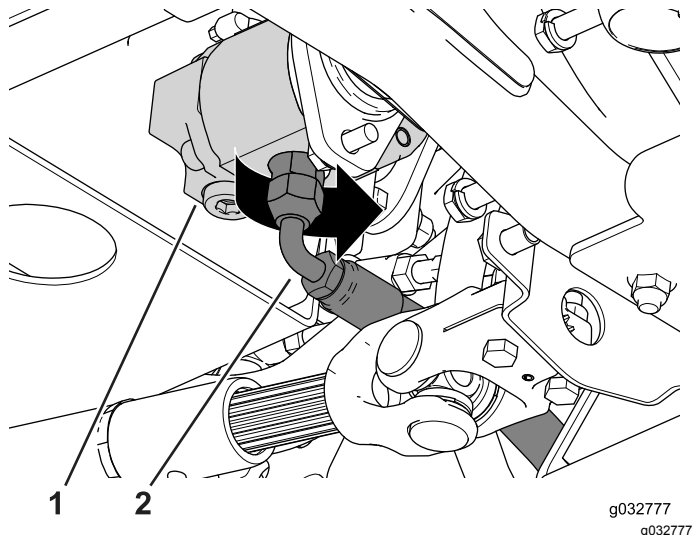

Figure 122
3. Alignez les trous de boulon pour monter les boulons et les entretoises, légèrement serrés, sur le côté droit de la machine (Figure 122).
2. Desserrez le raccord du flexible d'alimentation qui est branché à la pompe à engrenages et tournez-le flexible vers le côté droit de la machine (Figure 122).